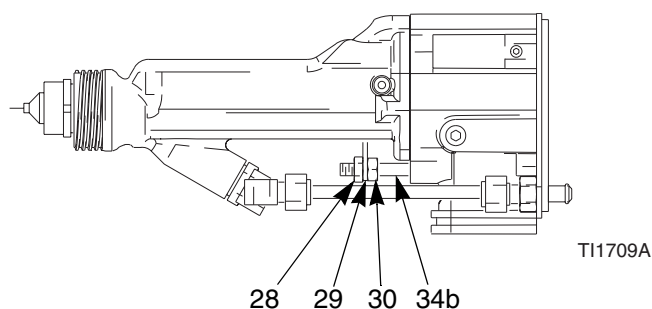

Abb. 25. Stellglied
2. Luftkappensatz entfernen; siehe Seite 34. Pistolenabdeckblech (2) entfernen.
3. Gegenmutter (28), Stellglied (29) und Einstellmutter (30) entfernen. Siehe Abb. 25.
1. Die Einstellmutter (30), das Stellglied (29) und die Gegenmutter (28) an der Kolbenstange (34b) installieren. Die Gegenmutter (28) hat einen etwas größeren Sechskant und ein dünneres Profil als die Einstellmutter (30). Siehe Abb. 25 auf Seite 38.